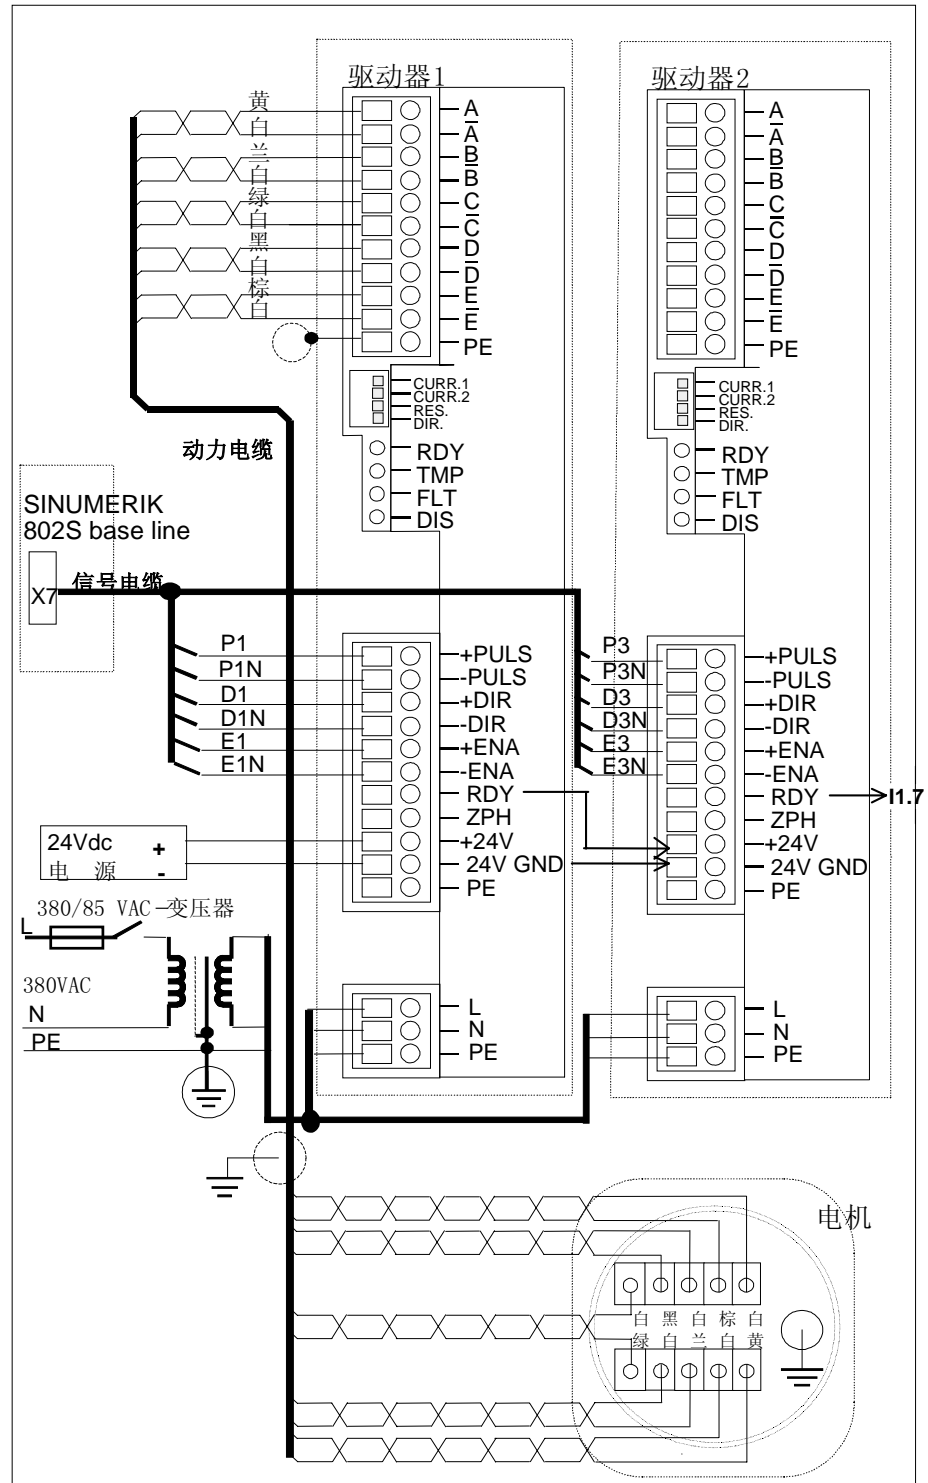

图 3-2 电缆连接图
步进驱动 STEPDRIVE C/C+, BYG 步进电机和系统 SINUMERIK802S base line 之间的电缆连接参见图 3-2。
- 电缆已经按照图 3-2 正确连接完毕。